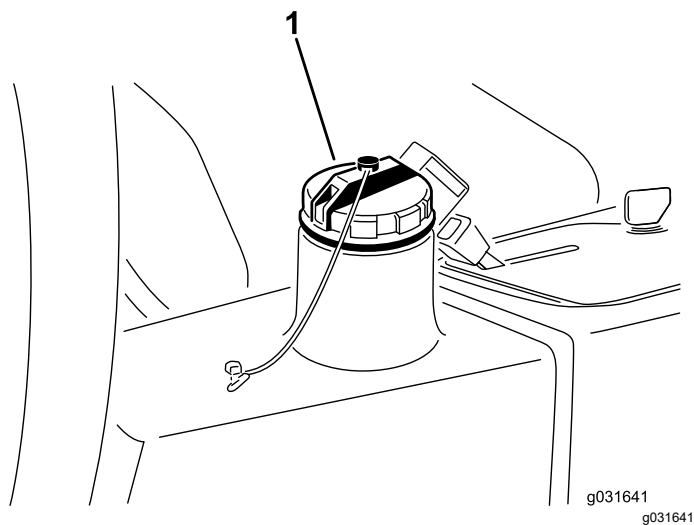

图 64
2. 清理加油颈和液压油箱盖周围的区域 图 64。
3. 卸下液压油箱盖 图 64。